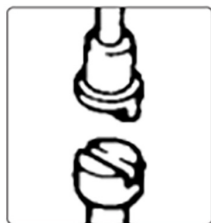

Fig.2
1. Draai de bout op het handvatjuk los en plaats de handgreep (1).
2. Draai aan de knop van het ontlastventiel om de drijfstang in de stang van het ontlastventiel te plaatsen, zoals weergegeven in afb. 2.